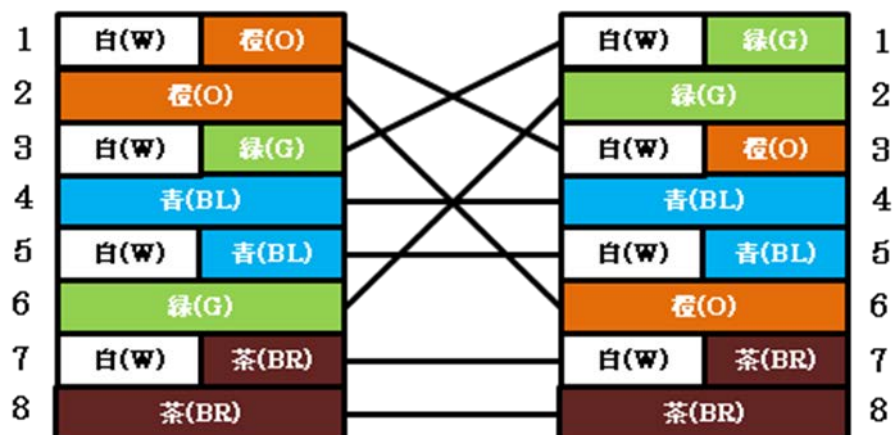

図 5-3 クロスケーブル (568B-A)
- クロスケーブル (568B-A)： 図 5-3で示すように一方の端のピン配置は568B規格に従い、もう一方の端のピン配置は568A規格に従います。